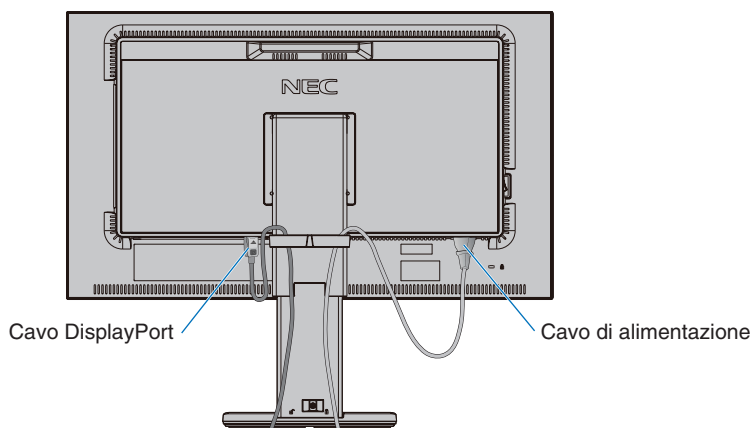
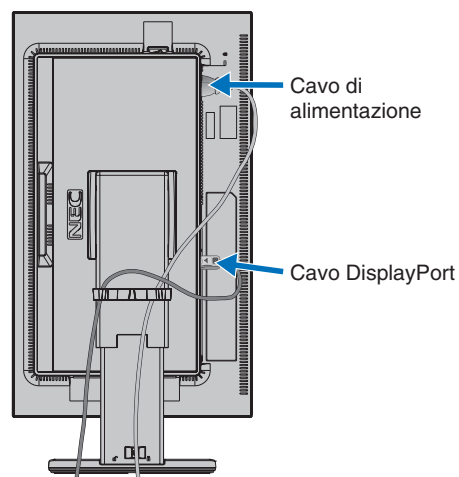

Figura C.2
Figura C.3
- Per mantenere i cavi ordinati e organizzati, inserirli nel supporto per cavi, installato sul supporto del monitor (**Figura C.2 e Figura C.3**).